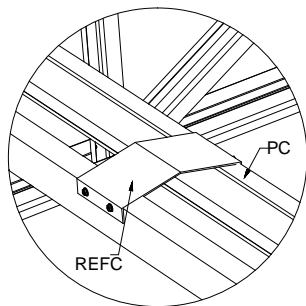

Fig. 32.1
- 2.-FIJARLA A LOS TIJERALES CON LAS PIEZAS SOPCAI COLOCAR 24 TORNILLOS $\#10 \times \frac{3}{4}$ " (THX-1034), SOPCAD COLOCAR 24 TORNILLOS $\#10 \times \frac{3}{4}$ " (THX-1034), SOPBI COLOCAR 6 TORNILLOS $\#10 \times \frac{3}{4}$ " (THX-1034), SOPBD, COLOCAR 6 TORNILLOS $\#10 \times \frac{3}{4}$ " (THX-1034), (FIG.32.3) SOBRE CADA ENCUENTRO ENTRE TIJERAL Y CORREAS Y OTRA ENTRE LOS TIJERALES (VER FIG.32 Y FIG.32.1)
- 2.-FIJARLA A LOS TIJERALES CON LAS PIEZAS SOPCAI COLOCAR 24 TORNILLOS #10 x 3/4" (THX-1034), SOPCAD COLOCAR 24 TORNILLOS #10 x 3/4" (THX-1034), SOPBI COLOCAR 6 TORNILLOS #10 x 3/4" (THX-1034), SOPBD, COLOCAR 6 TORNILLOS #10 x 3/4" (THX-1034), (FIG.32.3) SOBRE CADA ENCUENTRO ENTRE TIJERAL Y CORREAS Y OTRA ENTRE LOS TIJERALES (VER FIG.32 Y FIG.32.1)